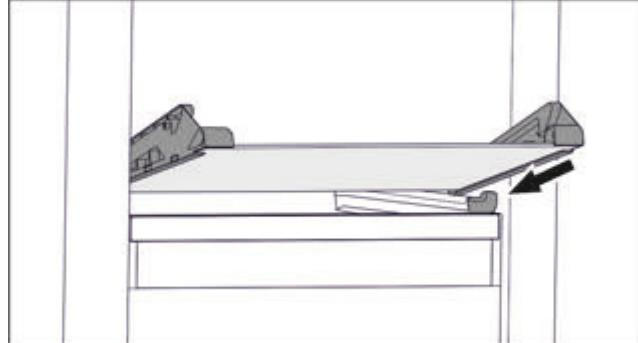

Fig. 36 Скляна пластина відкидного висувного ящика
- Встановити скляну пластину за стопорами навскоси. (див. Fig. 36)